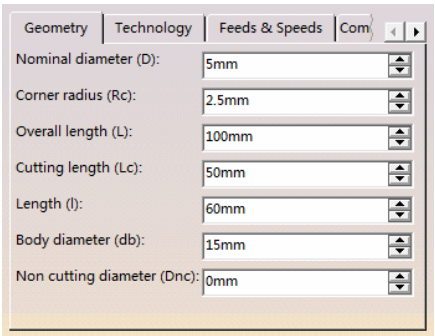

图 3-150 定义刀具参数（8）
- 单击“More”按钮，单击“Geometry”选项卡，定义刀具参数 (8) 如图 3-150 所示。